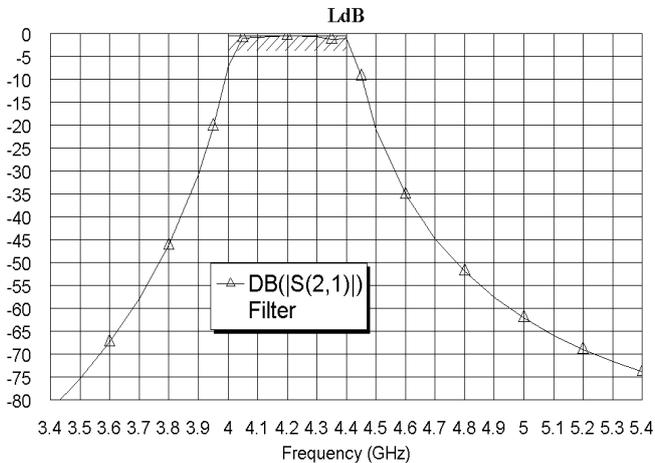

Рис. 3.36
5. Откройте окно графика **LdB**. Щёлкните по значку **Analyze** на панели инструментов. Щёлкните по полученному графику правой кнопкой мышки и выберите **Properties**. На вкладке **Axes** для оси **x** снимите “галочку” в **Auto divs** и в поле **Step** введите **0.1**. Для оси **Left 1** снимите “галочку” в **Auto limits**, в поле **Min** введите **-80**, снимите “галочку” в **Auto divs** и в поле **Step** введите **5**. Нажмите **Apply** и **OK**. Полученный график показан на рис. 3.36. Обратите внимание, что мастер синтеза фильтров подготовил всё для проведения настройки и оптимизации.